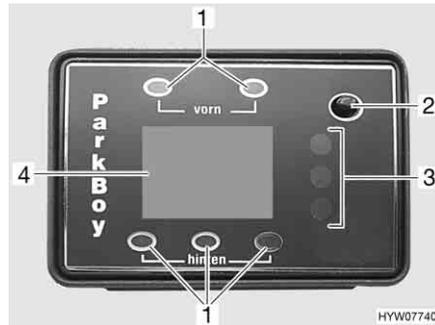

Bild 15 Bedieneinheit Parkdistanzkontrolle
Die Parkdistanzkontrolle dient als Hilfe beim Ein- und Ausparken. Die Abstandsmessung erfolgt durch die Ultraschall-Echolot-Methode. Über die Laufzeit eines reflektierten Ultraschallsignals wird die Entfernung ermittelt. Im Fahrgastraum zeigt eine Bedieneinheit mit Display (Bild 15) den Abstand zum Hindernis an. Gleichzeitig ertönt ein akustisches Signal als Warnmeldung.
- ▶ Beim Einschalten der Zündung führt die Parkdistanzkontrolle selbstständig eine Systemüberprüfung durch. Dabei leuchten alle Leuchtdioden und Segmente (Balken im Display) kurz auf und ein Piep-Signal ertönt. Wenn nach der Systemprüfung die rote LED der Distanzanzeige (Bild 15,3) blinkt und ein sich schnell wiederholender Warnton ertönt, hat das System einen Sensordefekt erkannt. Der defekte Sensor wird über das Display (Bild 15,4) angezeigt.
- Die Taste Ein/Aus (Bild 15,2) drücken. Das Display wird beleuchtet und es erscheint "ON" im Display. Die Parkdistanzkontrolle ist messbereit.
- Die Parkdistanzkontrolle kann unabhängig von der gewählten Einschaltmethode über die Taste Ein/Aus (Bild 15,2) jederzeit ausgeschaltet werden.
Das Display (Bild 15,4) zeigt den Abstand in Schritten von 5 cm an. Angezeigt wird immer der geringste von einem Sensor gemessene Abstand. Welcher Sensor den Messwert liefert, wird durch das Aufleuchten der entsprechenden Positions-LED (Bild 15,1) angezeigt.
Die drei verschiedenfarbigen Leuchtdioden (Bild 15,3) bilden die zweite Anzeigeart. Der Wechsel der Farben von Grün über Gelb zu Rot signalisiert die Annäherung an ein Hindernis.